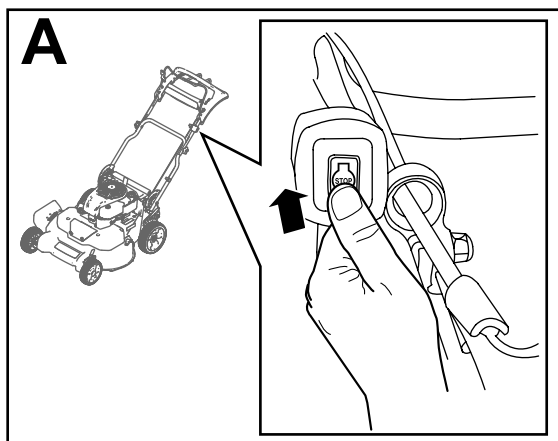

Figura 18
1. Rode a chave da ignição para a posição DESLIGAR (A da Figura 18).
2. Quando o motor parar, retire a chave da ignição e leve-a consigo quando se afastar da (B da Figura 18).